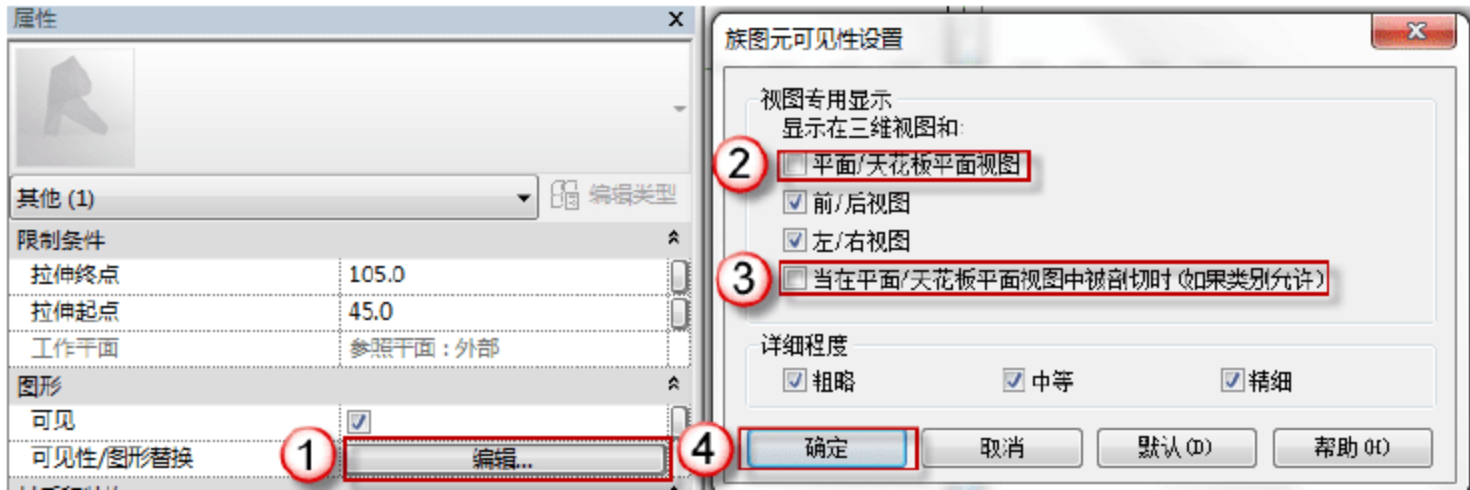

图 7.1.14 修改窗框的可见性
(12) 修改 C2925 窗框的可见性。在窗框的“属性”面板中，单击“图形”栏“可见性/图形替换”后的“编辑”按钮，弹出“族图元可见性设置”对话框，取消“平面/天花板平面视图”和“当在平面/天花板平面视图被剖切时（如果类别允许）”复选框的选择，单击“确定”按钮，如图 7.1.14 所示。
(13) 添加 C2925 窗框材质。在窗框的“属性”面板中，单击“材质和装饰”栏“材质”右侧的空白按钮，弹出“关联族参数”对话框，单击“添加参数(D)”按钮，弹出“参数属性”对话框。选择“共享参数”单选按钮，单击“确定”按钮，弹出“共享参数”对话框，在“参数组(G)”中选择“门窗”选项，在“参数(P)”中选择“门窗框材质”选